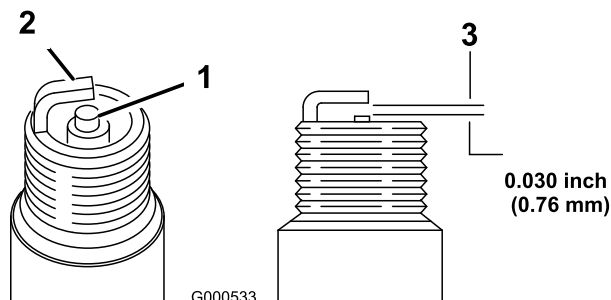

Figure 35
1. Examinez le centre de la bougie (Figure 35). Si le bec de l'isolateur est recouvert d'un léger dépôt gris ou brun, le moteur fonctionne correctement. S'il est couvert d'un dépôt noir, c'est généralement signe que le filtre à air est encrassé.
2. Contrôlez l'écartement entre l'électrode centrale et l'électrode latérale (Figure 35). Courbez l'électrode latérale (Figure 35) si l'écartement est incorrect.